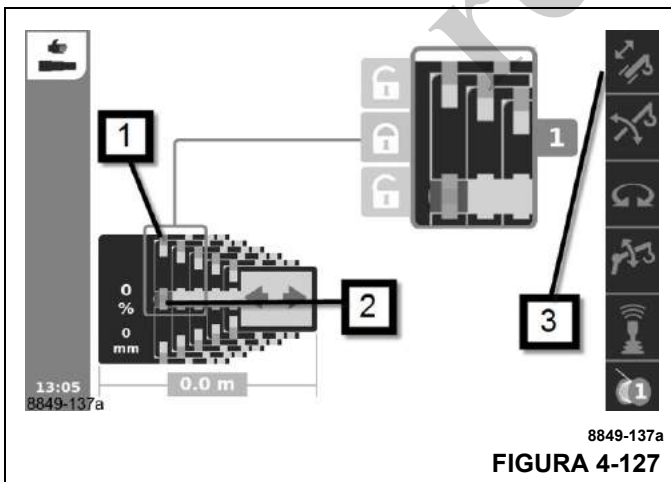

FIGURA 4-127
- Mecanismo telescópico activado – símbolo (3, Figura 4-127) verde
- Sección telescópica bloqueada – símbolo (1) verde
- Cilindro telescópico bloqueado – símbolo (2) rojo